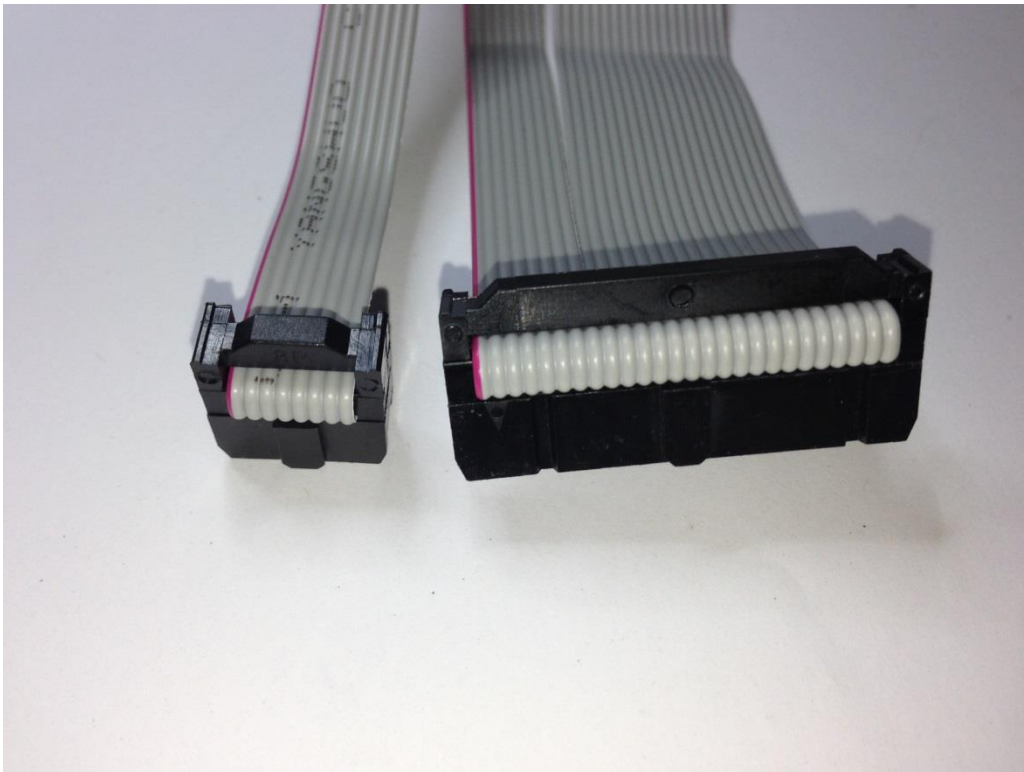

Bild 29
- 7.13. Wieder das Kabel über den Stecker knicken und die Zugentlastung aufklipsen. So sollten die beiden Stecker dann aussehen (Bild 29).**